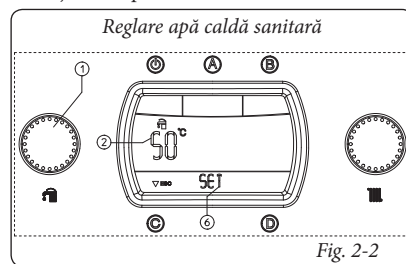

Fig. 2-2
- **Vara (10):** în acest mod, centrala funcționează numai pentru încălzirea apei calde sanitare. Temperatura este setată prin intermediul selectorului (1) iar temperatura corespunzătoare este vizualizată pe display (24) cu ajutorul indicatorului (2) și apare indicația "SET" (Fig. 2-2). Rotiți selectorul (1) în sens orar pentru a mări temperatura și în sens antiorar pentru a micșora temperatura.